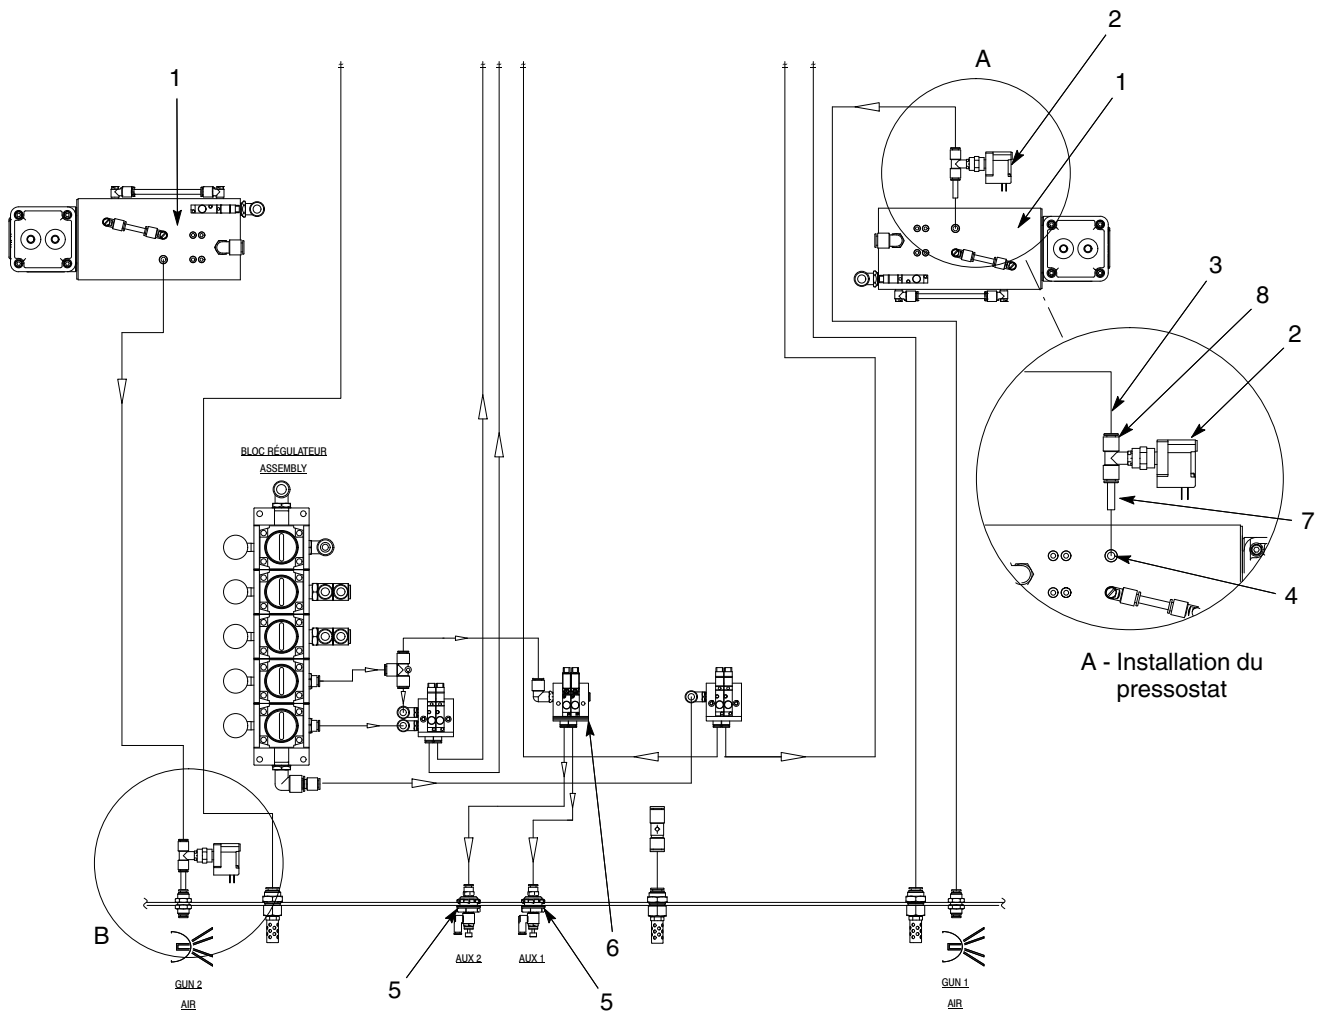

Figure 4 Schéma pneumatique (système à deux pistolets)
Voir la figure 4 pour le schéma pneumatique.
1. Retirer le tuyau existant (4) du régulateur (1) qui se trouve en deuxième position à partir du fond de l'armoire de pompe Prodigy.
2. Insérer le tube court du raccord en Té (3) du distributeur dans le régulateur (1).
3. Insérer le tube existant de l'étape 1 dans l'orifice ouvert du raccord en Té (3) du distributeur.
5. Retirer le ruban de protection du fond du bloc distributeur (2).
**REMARQUE :** Voir la figure 4 pour le schéma pneumatique.
1. Retirer l'obturateur de l'orifice auxiliaire 1 (5) dans le fond de l'armoire.
2. Installer l'ensemble de traversée (6) dans l'orifice auxiliaire 1 comme illustré. Le connecteur (7) et le contre-écrou (8) seront posés à l'intérieur de l'armoire. Le joint du conduit (9), l'adaptateur (10) et la valve de régulation de débit (11) seront posés à l'extérieur de l'armoire.
3. Enficher le tuyau de 6 mm tubing du bloc distributeur (2) dans le connecteur mâle (7) de l'ensemble de traversée (6).
4. Pour un système à deux pompes, répéter les étapes 1 - 3 à l'emplacement de l'orifice auxiliaire 2 (12).